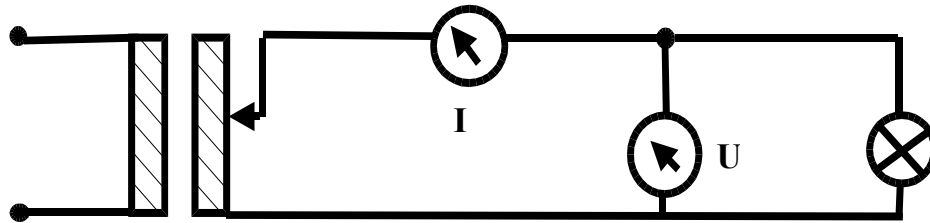

Abb. 1: Kennlinien von Lampen
1. Bauen Sie die Schaltung nach Abb. 1 auf und messen Sie die $U(I)$ -Kennlinien einer Kohlefade- und einer Metallfadenlampe. Achten Sie darauf, daß die maximale Betriebsspannung der Lampe nicht überschritten wird.